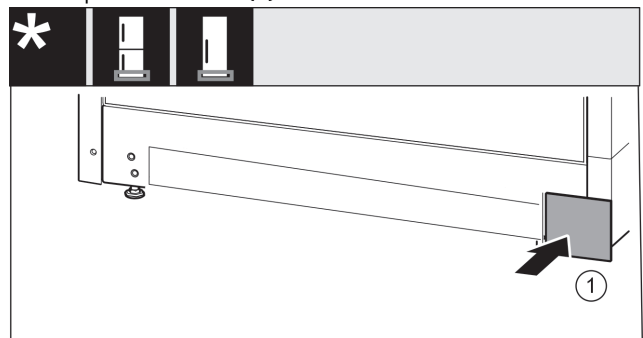

Fig. 37
- Sett på dekselet på den andre siden igjen. Fig. 37 (1)